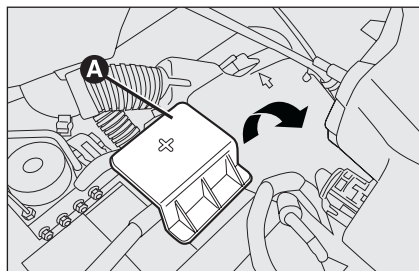

fig. 47
- enlever le couvercle **A-fig. 47** de protection du pôle positif de la batterie en le soulevant vers le haut;